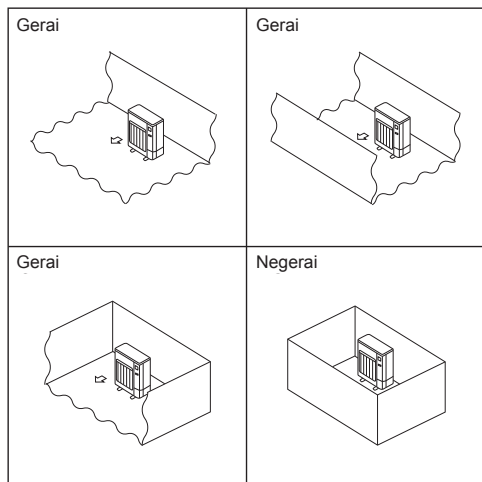

Fig. 2-2
- Ⓒ Išorinius įrenginius montuokite vietoje, kurioje prie jų būtų galima prieiti bent iš keturių pusių. Be to, vieta turi būti pakankamai didelė be jokių nuolaidžių paviršių. (Fig. 2-2)